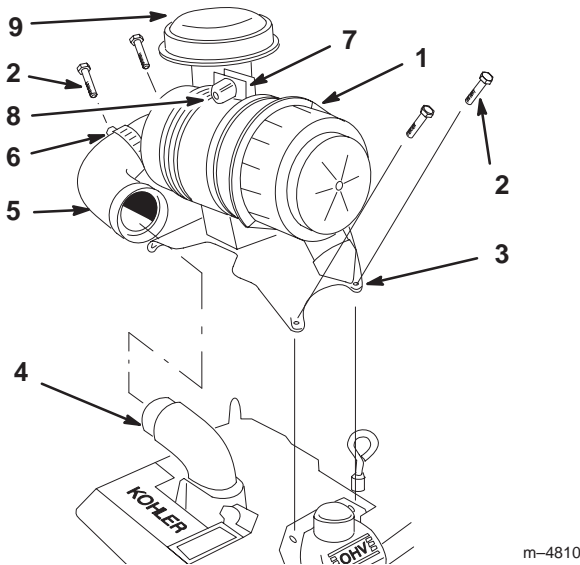

Figure 7
1. Sortez le filtre à air de la boîte. Ne séparez pas le filtre à air et son support (Fig. 7).
2. Retirez les deux vis de montage supérieures sur les deux couvre-culasses (Fig. 7).
3. Posez le filtre à air sur le moteur et alignez les trous du support avec ceux des couvre-culasses (Fig. 7).
4. Placez les vis dans le support du filtre à air et les couvre-culasses (Fig. 7).
5. Retirez les bouchons en plastique du coude d'admission d'air sur le moteur et le flexible du filtre à air (Fig. 7).
6. Raccordez le flexible au coude d'admission d'air sur le moteur et le filtre à air. Serrez les colliers pour fixer les raccords du flexible (Fig. 7).
7. Le bouchon d'entrée d'air étant tourné vers le haut, serrez le boulon de tension jusqu'à obtenir un écart de 13 mm (1/2") entre les extrémités du collier (Fig. 7).